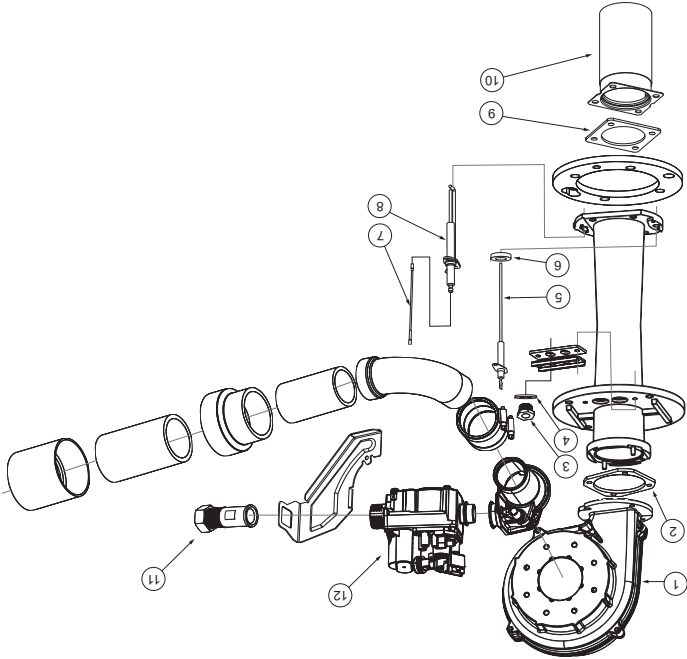

Figure 16. Ensemble brûleur-souffleur pour modèles 50 et 75 gallons
5. Débrancher les deux (2) faisceaux de câbles branchés sur le souffleur.
11. Retirer les quatre boulons Allen 1/4 po qui attachent le souffleur à la bride du brûleur *Figure 16* (page 41). Prendre soin de ne pas endommager le joint et de ne pas faire tomber le hublot.